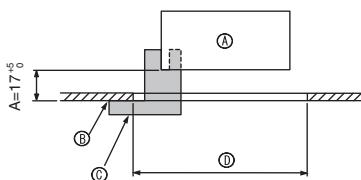
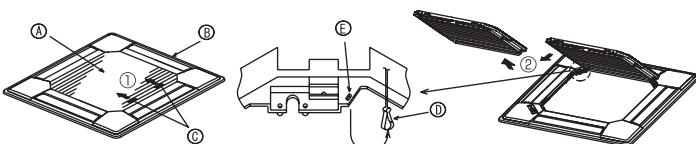
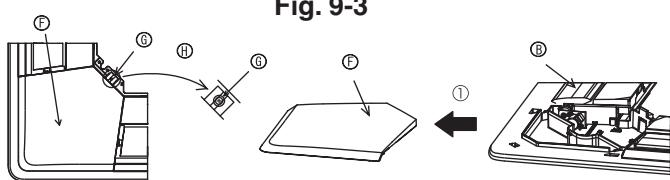

Fig. 9-2
Fig. 9-3
Fig. 9-4
① Grille	1	950 x 950 (mm)
② Vite con rondella di frenata	4	M5 x 0,8 x 25
③ Calibro	1	(Diviso in quattro parti)
④ Dispositivo di attacco	3
⑤ Vite	4	4 x 8
⑥ Vite	1	4 x 12
⑦ Telecomando senza fili	1	per PLP-6BALM
⑧ Comando a distanza con fili	1	per PLP-6BAMD
9.2. Preparazione dell'attacco della griglia (Fig. 9-2)
- Utilizzando il calibro ③ fornito con il kit di montaggio, regolare e controllare la posizione dell'unità rispetto al soffitto. Qualora la posizione dell'unità rispetto al soffitto non sia corretta, è possibile registrare perdite della portata d'aria o la formazione di condensa.
- ① Unità principale
② Soffitto
③ Calibro ③ (inserito nell'unità)
④ Dimensioni apertura a soffitto
9.2.1. Rimozione della griglia di ingresso (Fig. 9-3)
- Far scorrere le leve nella direzione indicata dalla freccia ① per aprire la griglia di ingresso stessa.
- Con la griglia di ingresso in posizione "aperta", rimuovere la cerniera della griglia stessa, come indicato dalla freccia ②.
9.2.2. Rimozione del pannello angolare (Fig. 9-4)
- Rimuovere la vite dall'angolo del pannello angolare. Far scorrere il pannello angolare, secondo quanto indicato dalla freccia ① per rimuovere il pannello stesso.]
[Fig. 9-3] [Fig. 9-4]